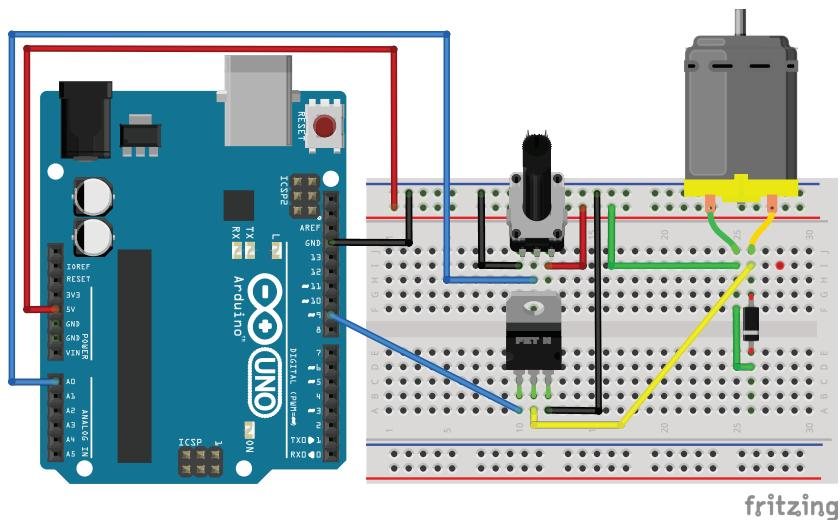

Рис. 11.1. Схема подключения мотора к Arduino
В нашем эксперименте мы будем управлять скоростью вращения мотора изменением напряжения, подаваемого на MOSFET. Управлять напряжением, подаваемым на MOSFET, будем с помощью ШИМ (широкото-импульсной модуляции). В эксперименте 5 мы уже рассматривали использование ШИМ для получения изменяющегося аналогового значения посредством цифровых сигналов. Для регулирования скорости двигателя будем использовать потенциометр. Схема подключения элементов для данного эксперимента показана на рис. 11.1.
1. Подключаем элементы к плате Arduino по схеме на рис. 11.1.